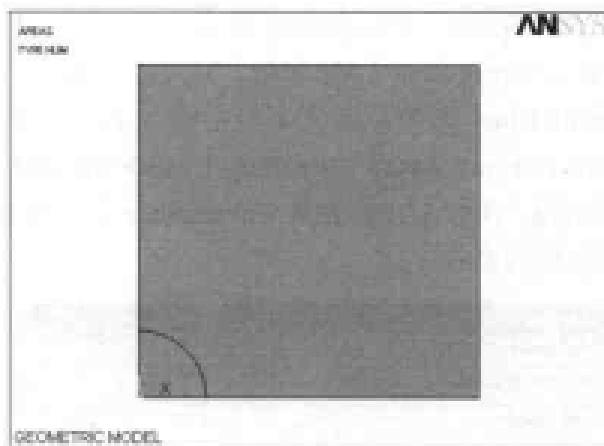

图 10-10 生成的几何模型结果显示
(3) 选择 Main Menu | Preprocessor | Modeling | Operate | Booleans | Overlap | Areas 命令, 出现 Overlap Areas 对话框, 单击 Pick All 按钮关闭该对话框。
(4) 选择 Main Menu | Preprocessor | Numbering Ctrls | Compress Numbers 命令, 出现 Compress Numbers 对话框, 在 Label Item to be compressed 下拉列表框中选择 All 选项, 单击 OK 按钮关闭该对话框。
(5) 选择 Utility Menu | File | Change Title 命令, 出现 Change Title 对话框, 在文本框中输入 GEOMETRIC MODEL, 单击 OK 按钮关闭该对话框。
(6) 选择 Utility Menu | Plot | Areas 命令, ANSYS 窗口将显示所生成的几何模型, 如图 10-10 所示。